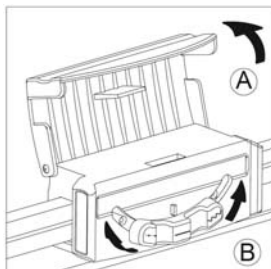

Fig. 5
- 1 Ouvrez le couvercle de la tête de coupe (Fig. 5, A).
- 2 Déplacez le sélecteur pour obtenir le profil de coupe désiré (Fig. 5, B).